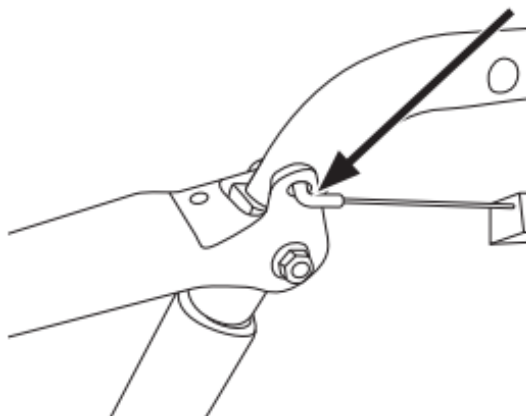

Рисунок 2
(1) Подключите трос привода к рукоятке управления приводом и трос шнека к рукоятке управления шнеком (рис.2).